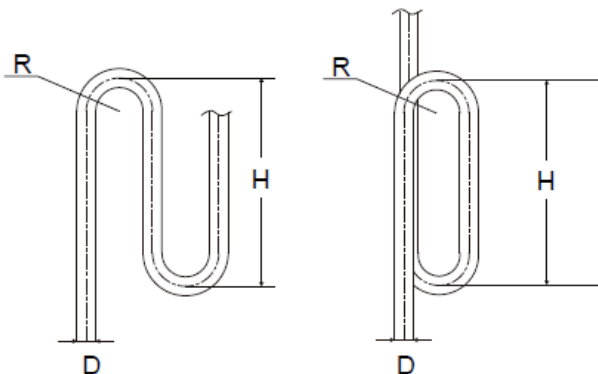

Figura 4.8
- Atunci când unitatea externa se afla deasupra unitatii interne, iar diferenta de nivel depaseste 20 m, se recomanda sa se instaleze un cot de intoarcere a uleiului la fiecare interval de 10 m pe conducta de gaz a teyii principale. Specificatiile recomandate ale cotului de retur al uleiului sunt prezentate in Figura 4.8.
- 3 Cerinta 3:** Cea mai mare diferenta de nivel dintre unitatea interna si unitatea externa nu trebuie sa depaseasca 110 m (daca unitatea externa este deasupra) sau 110 m (daca unitatea externa este dedesubt). In plus: (i) daca unitatea externa este deasupra si diferenta de nivel este mai mare de 20m, se recomanda ca un cot de retur de ulei cu dimensiunile specificate in figura 4.8 sa fie amplasat la fiecare 10m in conducta de gaz a conductei principale; si (ii) daca diferenta de nivel este mai mare de 40m (unitatea externa este dedesubt) sau 50m (unitatea externa este deasupra), dimensiunea conductei principale (L1) ar trebui sa fie marita conform tabelului 4.7.